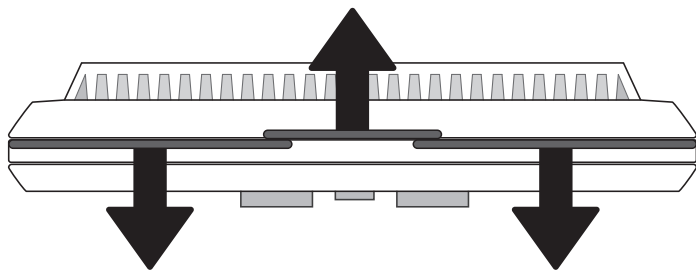

Figure 27.1
1. Séparez le corps du thermostat de la plaque de fixation en le tirant doucement (**Figure 27.1**)